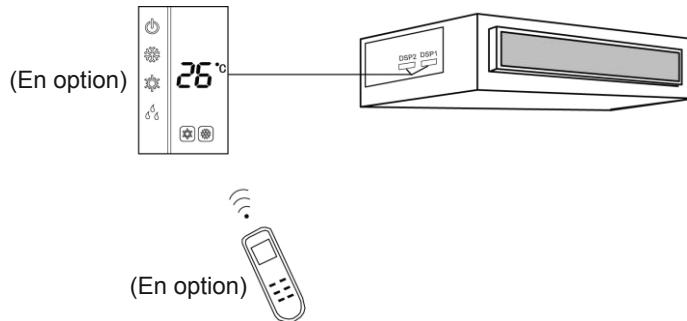

Fig 5.4.2
- 2) La fig 5.4.2 montre l'installation de la télécommande.